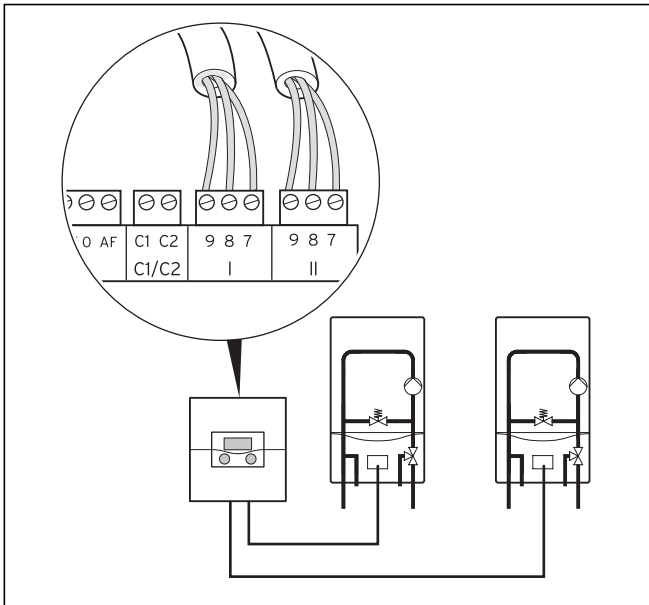

Abb. 5.14 2er-Kaskade anschließen
- Schließen Sie eine 2er-Kaskade direkt am Wand-aufbau an (→Abb. 5.14).